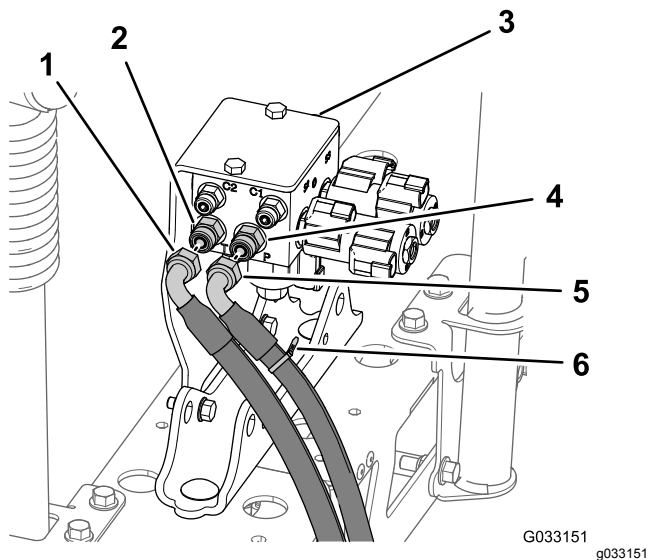

Bild 66
- Markieren Sie am Anschluss P des Auslegerhubverteilers den Hydraulikdruckschlauch mit einem Kabelbinder (Bild 66).
- Schließen Sie die Hydraulikdruck- und Rückschläuche vom Auslegerhubverteiler ab (Bild 66).